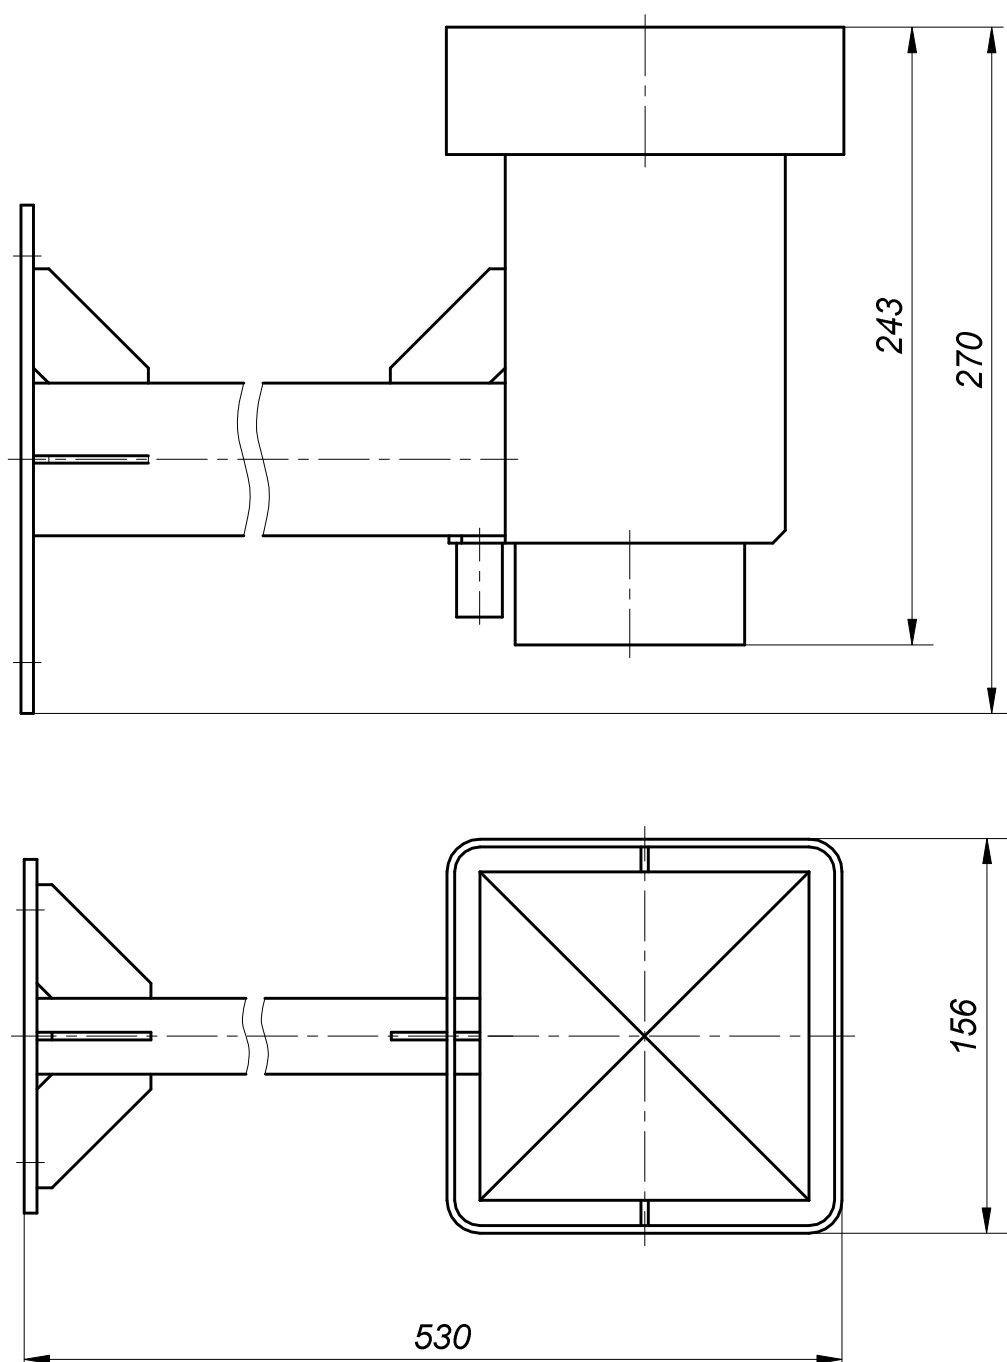

Рисунок 1. Внешний вид и габаритные размеры контейнера аспирационного.
Контейнер аспирационный для ДТНВ (рис.1) представляет собой разборный металлический корпус с размещённым внутри вентилятором, датчиком потока воздуха, электрическим соединителем для подключения цепей питания и контроля, а так же кронштейном для установки ДТНВ. Корпус имеет двухслойное (гальваническое и лакокрасочное) антикоррозионное покрытие.
2.1.3.3 Выполнить разметку в соответствии с рис.1 монтажного чертежа.